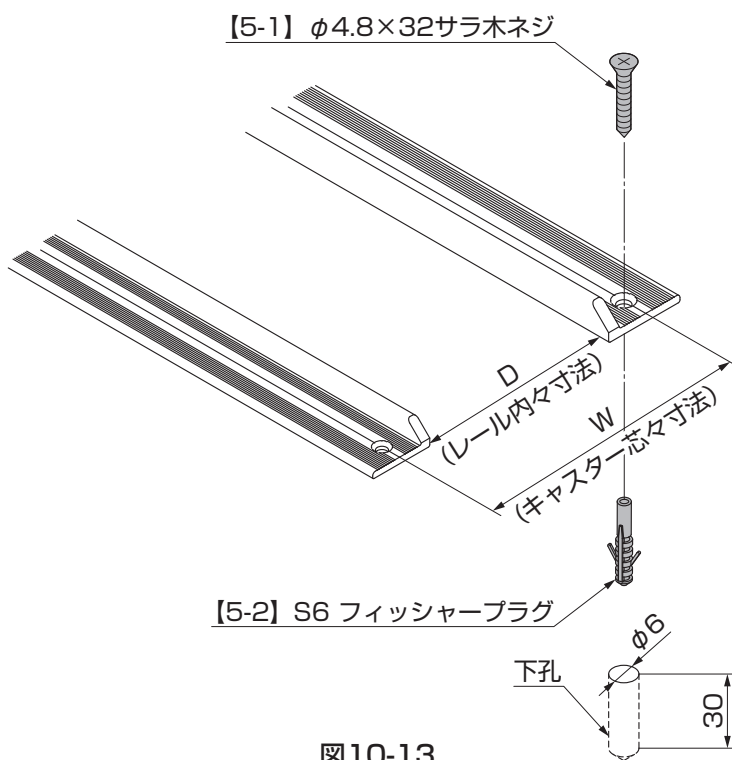

図10-13
①図10-13を参照して、サイドレールの孔に合わせて地盤に下孔 $\phi 6$ 深さ30以上の孔をあけてください。(図10-13参照)
②【5-2】を圧入し、【5-1】でネジ止めしてください。(図10-13参照)